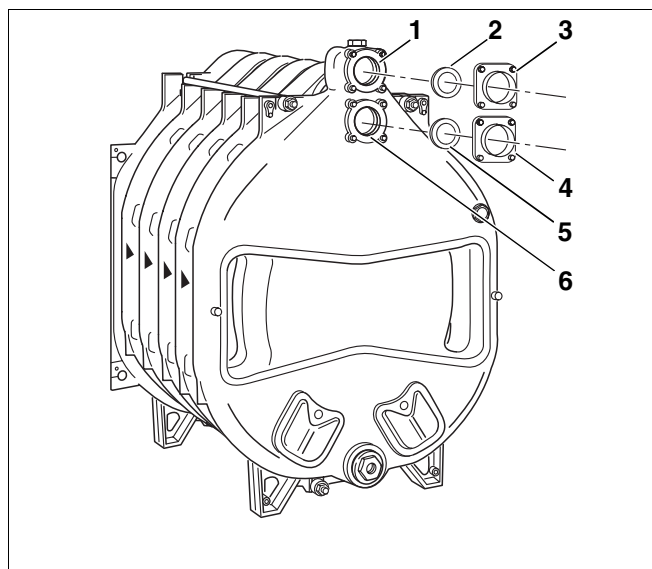

Fig. 23 Montaj – flanșa de racordare
- Pe butucul superior al cazanului (fig. 23, **poz. 6** – racordul de retur), la racordarea ulterioară a returului se va monta flanșa presudată (cu conducta sudată). Sunt reprezentate flanșa presudată și garnitura de etanșare (fig. 23, **poz. 4 și 5**).
- Flanșa de tur (fig. 23, **poz. 3**) cu garnitura de etanșare (fig. 23, **poz. 2**) sunt necesare pentru racordarea ulterioară a turului (fig. 23, **poz. 1**).